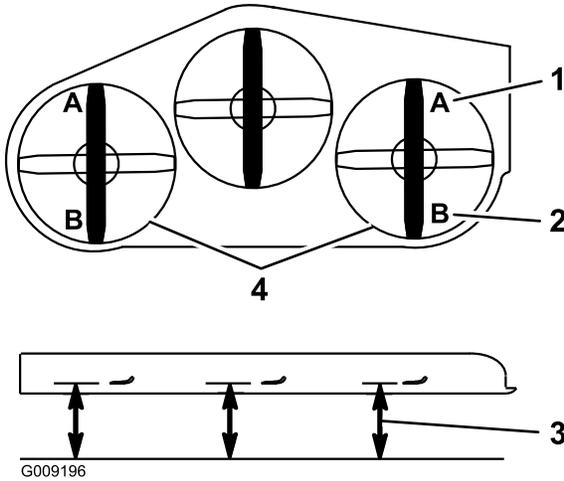

Bild 107
vorderen Messerspitze (Stellung A), wie in Bild 107 abgebildet.
15. Messen Sie an beiden Seiten des Mähwerks den Abstand von der ebenen Fläche bis zur hinteren Messerspitze (Stellung B), wie in **Bild 107** abgebildet.